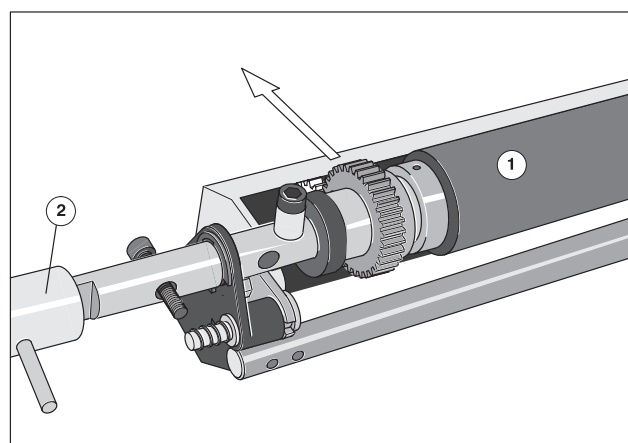

Рис. 25 Устройство для смывки офсетного полотна на стороне обслуживания
- ❼ Придерживая тело валика (Рис. 25/❶), вытяните ось с рукояткой устройства для смывки (Рис. 25/❷) полностью в сторону обслуживания.
- ❽ Вытащите смывочный валик из гнезда на стороне привода и замените его.
- ❾ При **установке** нового смывочного валика повторите операции в обратной последовательности.
- ❿ После **замены** смывочного валика **отрегулируйте** валики устройства для смывки офсетного полотна (смотрите раздел "Регулировка валиков").